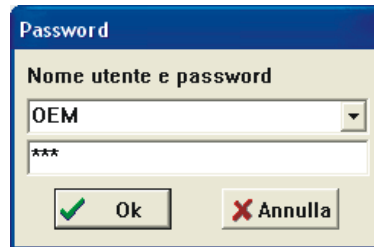

Fig. 13 - Finestra di dialogo Password.
2. Scegliere il tipo di account utente dal menu a discesa (per esempio *OEM*) e digitare la password dell'account nella casella di testo (si veda Fig. 13) (12).